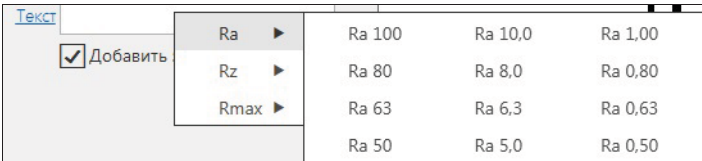

Рис. 14.12. Часть пользовательского меню обозначения шероховатости
Текст	Ввод текста надписи либо с клавиатуры, либо из пользовательского меню (см. рис. 14.12). Вызов пользовательского меню осуществляется двойным щелчком ЛК мыши в поле Текст
- ♦ щелкните ПК мыши дважды в поле **Текст**. Из появившегося пользовательского меню (рис. 14.12) выберите шероховатость **Ra 6.3**;